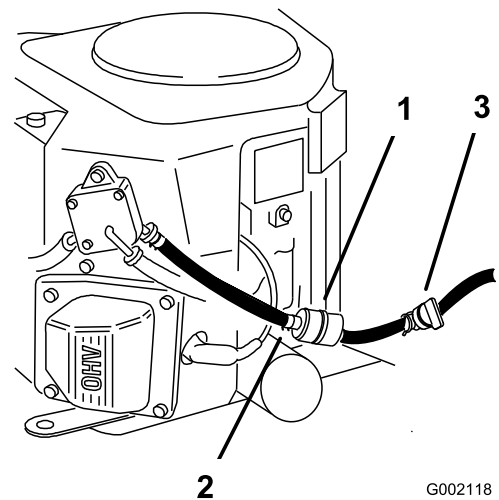

Figure 55
5. Fermez le robinet d'arrivée de carburant sous le siège (Figure 55).
6. Pincez les extrémités des colliers et faites glisser ceux-ci pour les éloigner du filtre (Figure 55).
8. Posez un filtre neuf et rapprochez les colliers de fixation du filtre (Figure 55).